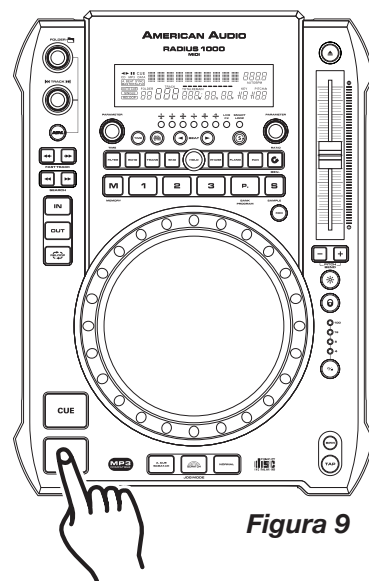
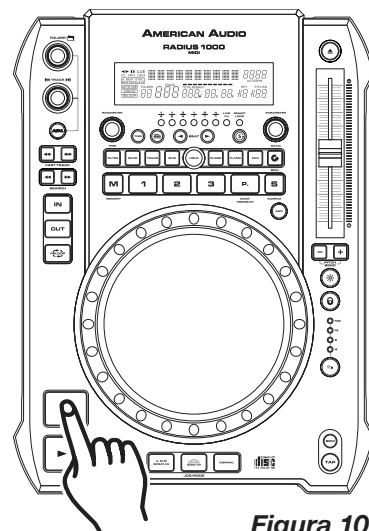

Figura 9
Figura 10
3. INICIO DE LA REPRODUCCIÓN - *Figura 9*
4. PAUSA - *Figura 9*
- 1) Presionar el **BOTÓN PLAY/PAUSE (13)** mientras la pista está sonando. Así se hará una pausa durante la reproducción a partir del punto exacto en que se pulsó el **BOTÓN PLAY/PAUSE (13)**.
- 2) Al presionar el botón **CUE (14)** mientras está sonando un tema, se hace una pausa en la reproducción y la pista vuelve al último punto de referencia que se había fijado.
6. BÚSQUEDA AUTOMÁTICA (AUTO CUE) – *Figura 10*
Esta función permite pasar una pista cuadro por cuadro y así encontrar y establecer un punto de referencia, muestra o rulo. Para emplear esta alternativa, primero se debe pasar a un modo de pausa o de punto de referencia (cue). Una vez que se encuentra en modo de pausa o de punto de referencia (cue), gire la rueda de búsqueda **JOG WHEEL (9)** para desplazarse a lo largo de una pista (*Figura 11*). Al girar la rueda en el sentido de las agujas del reloj, la búsqueda por cuadros se realiza hacia adelante; por el contrario, si la rueda se gira en sentido inverso al de las agujas del reloj, la búsqueda por cuadros se realiza hacia atrás. Cuando se utiliza la rueda de **BÚSQUEDA (9)**, la función de monitoreo (nivel de auricular) permite oír los cuadros que se van pasando. Una vez encontrado el punto de inicio deseado, puede establecerse un punto de referencia (inicial) presionando el **BOTÓN PLAY/PAUSE (13)**, como se indica en la *Figura 9*. Al pulsar el **BOTÓN CUE (14)**, como se ilustra en la *Figura 10*, se vuelve al punto inicial que acababa de fijarse.